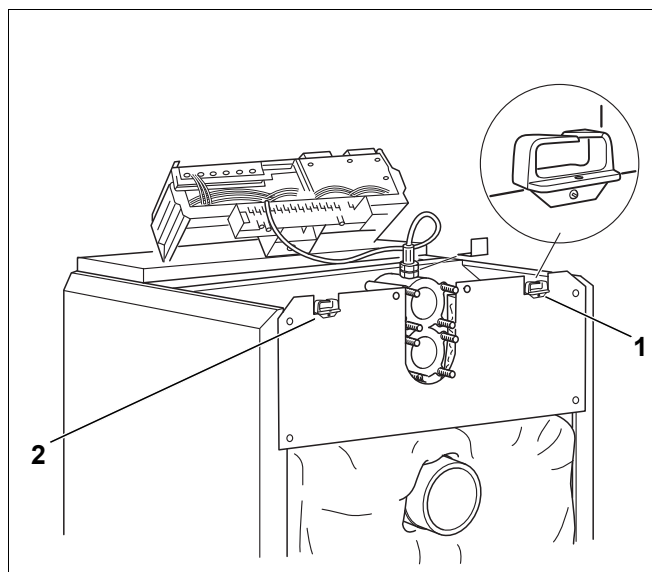

Рис. 46 Электрическое подключение
- ▶ Закрепите винтами держатели кабеля (рис. 46, [1] и [2]) слева или справа на задней стенке котла.